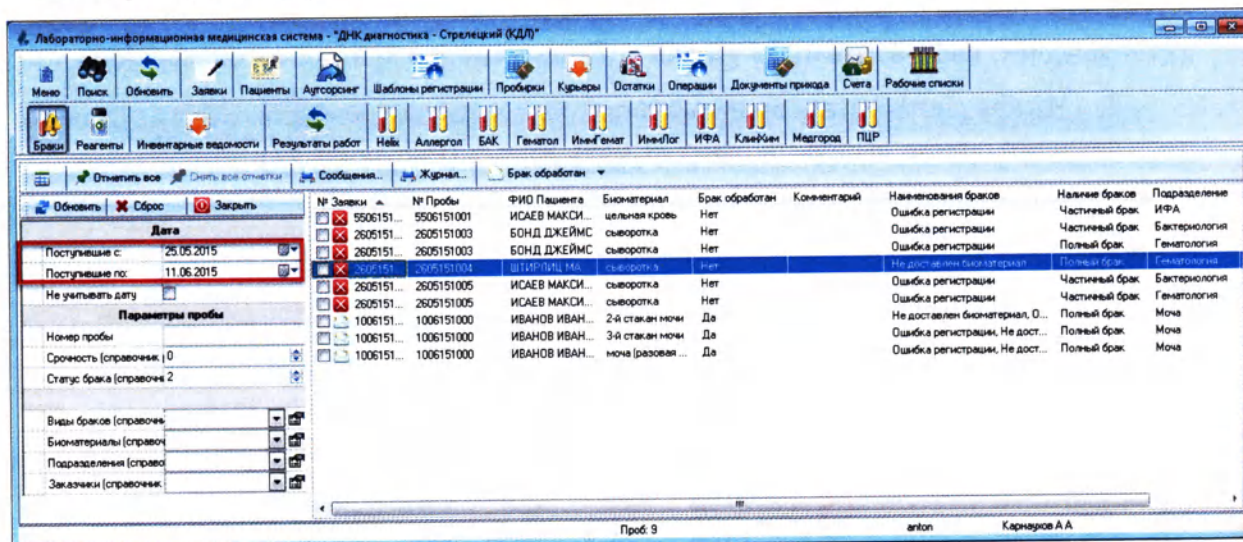

Рисунок 7.19
2. Если необходимо распечатать журнал за другой временной период, в поисковом фильтре выставьте необходимое значение даты, например как показано на рисунке ниже (Рисунок 7.19):